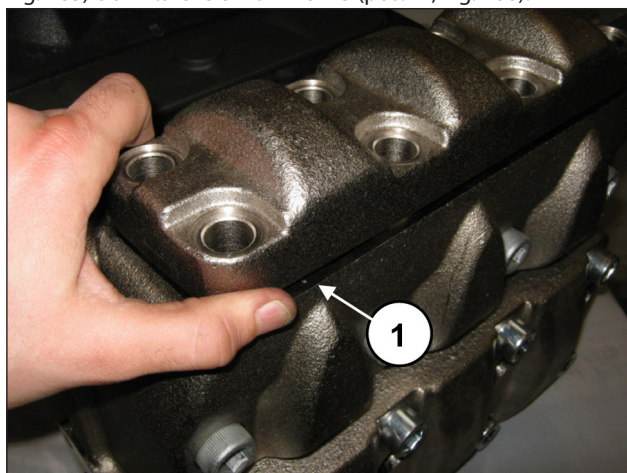
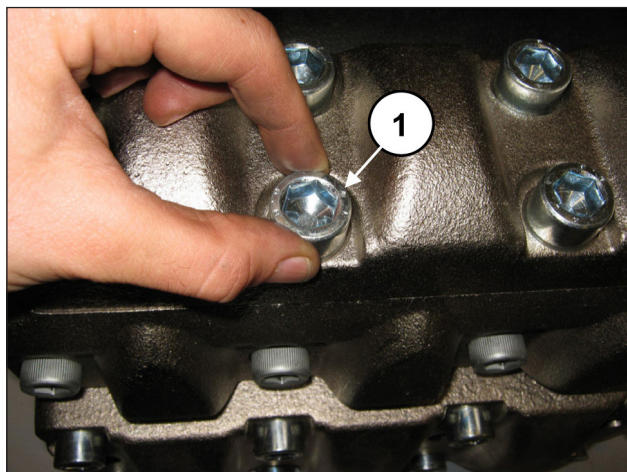

Fig. 165
Fig. 166
Dopo aver terminato il montaggio dei gruppi valvola di mandata applicare il coperchio valvole mandata (pos. ①, Fig. 165) e avvitare le 8 viti M16x45 (pos. ①, Fig. 166).